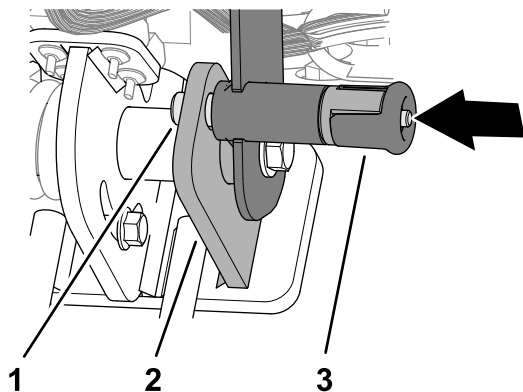

Рисунок 6
4. Поверните рукоятку управления вверх и зафиксируйте ее штифтом фиксатора (Рисунок 6).